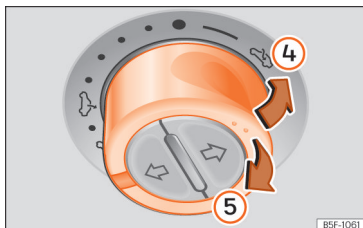

Fig. 110 Nel rivestimento interno del tettuccio: premere l'interruttore e tirarlo per alzare e chiudere il tettuccio.
- Ribaltamento all'indietro: girare la manopola sulla posizione »» fig. 110 ④. Per ottenere una posizione intermedia, mantenere la manopola attiva fino alla posizione desiderata.
- Abbassare: girare la manopola sulla posizione »» fig. 110 ⑤. Per ottenere una posizione intermedia, mantenere la manopola attiva fino alla posizione desiderata.
- *Tettuccio di vetro*: prima che siano trascorsi Nei 5 secondi successivi all'attivazione del limitatore di forza, tenere il comando tirato indietro »» **fig. 110** (freccia ⑤) finché il tettuccio non è completamente chiuso.